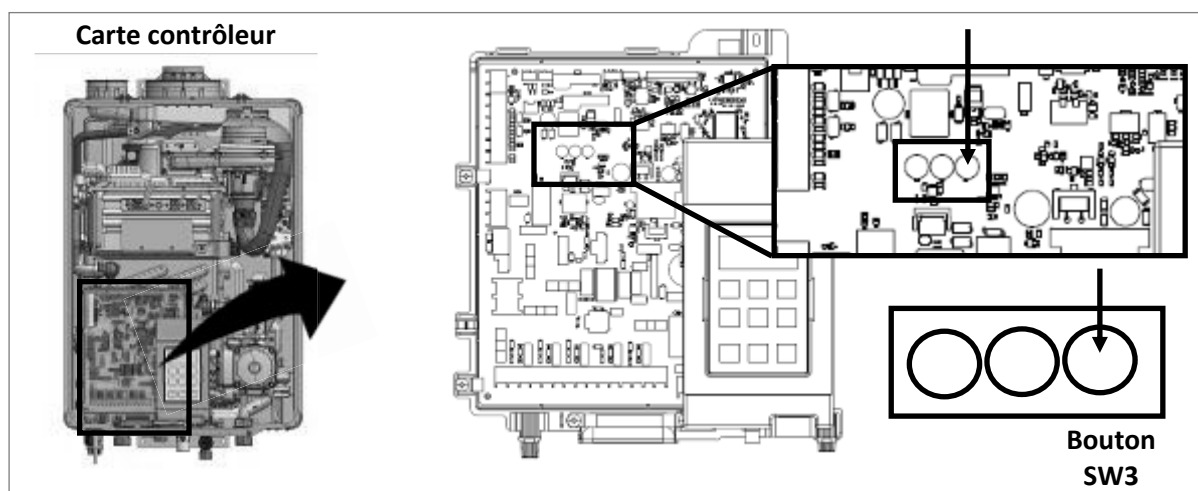
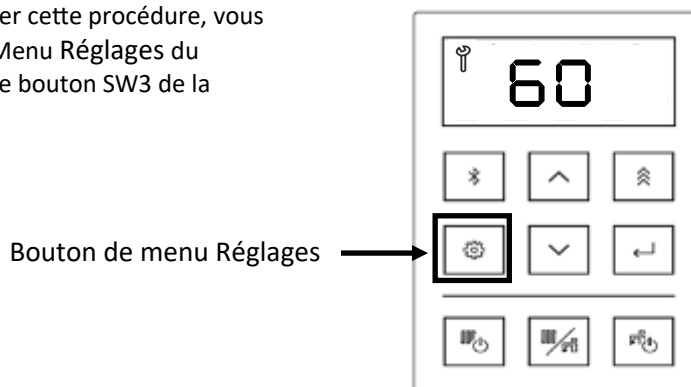

Figure 147
Figure 149
11. Appuyer sur le bouton SW3 de la carte contrôleur (figure 147).
16. L'afficheur indique « 60 » (figure 149), ce qui correspond au temps de rinçage restant en minutes. Ce nombre diminue de 1 par minute. Si le rinçage doit être interrompu, arrêter la pompe. Le nombre affiché ne diminue pas tant que l'appareil ne détecte pas d'écoulement d'eau. Lorsque la pompe se remet en marche, le temps de rinçage restant recommence également à diminuer.
**Remarque:** Si vous devez annuler cette procédure, vous pouvez appuyer sur le bouton Menu Réglages du contrôleur (figure 149), ou sur le bouton SW3 de la carte contrôleur (figure 147).